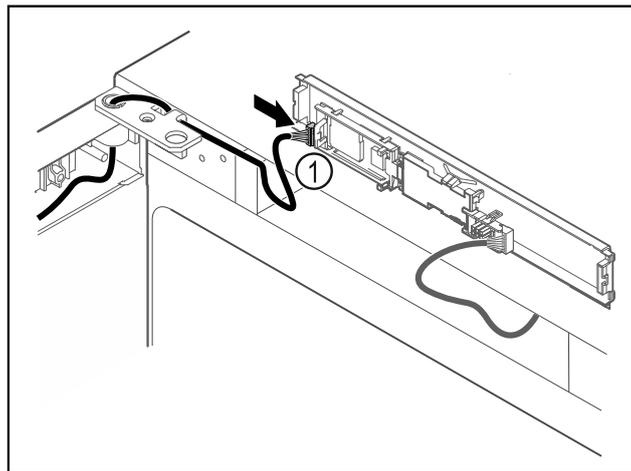

Fig. 59
- ▶ Stecker Fig. 59 (1) an Platine anstecken.